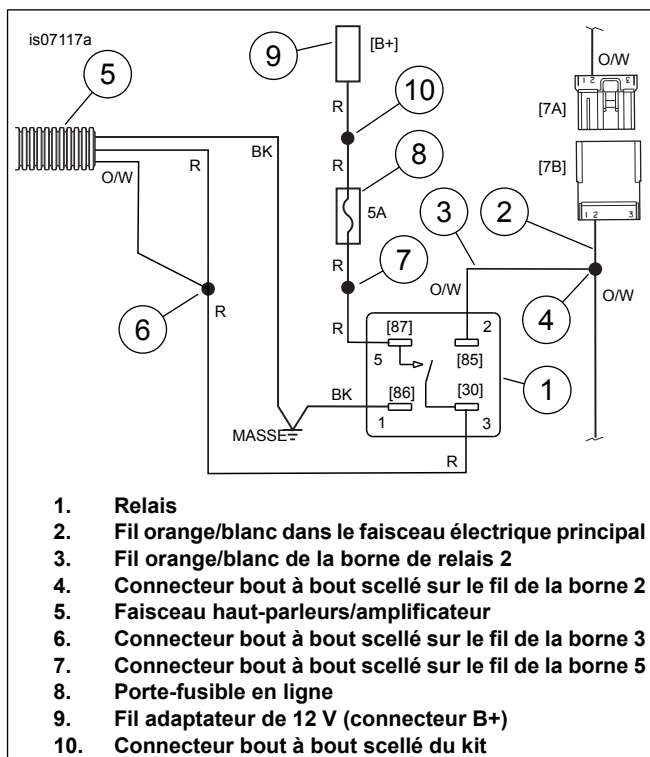
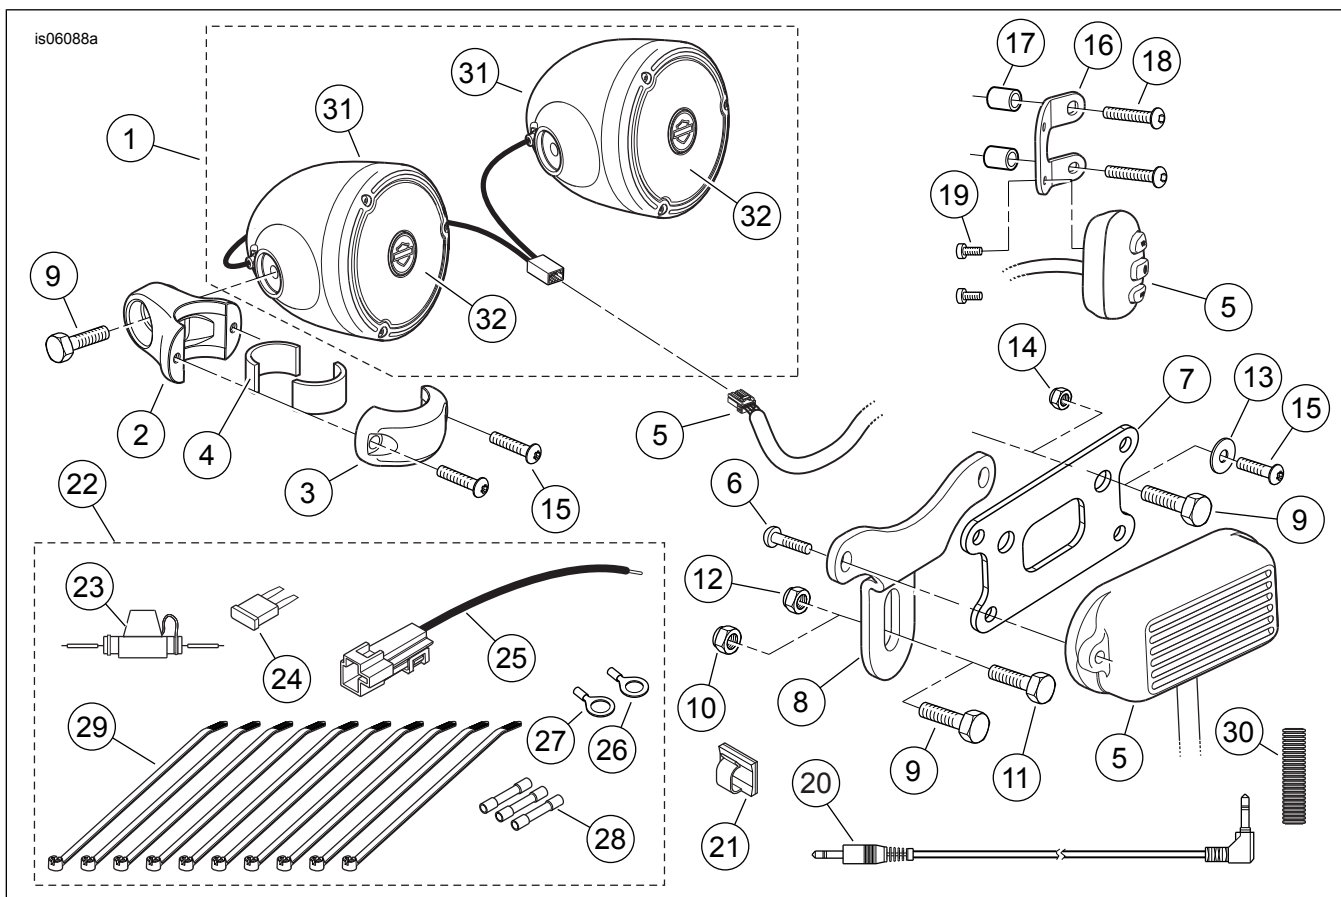

Figure 5. Schéma de câblage, faisceau de haut-parleurs et amplificateur au relais
Figure 7. Pièces de rechange, Kits d'amplificateur et de haut-parleurs montés sur le guidon
2. Voir Figure 7. Prendre le jeu de visserie électrique (22) de **CE** kit.
3. Sélectionner le porte-fusible en ligne (23) et un connecteur bout à bout scellé bleu (28) du jeu de visserie.
5. Voir Figure 5. Chercher un emplacement adéquat sous la selle pour le relais (1), de sorte que les bornes soient orientées **vers le bas ou horizontalement**. Les bornes ne doivent pas être orientées vers le haut.
6. Couper le fil **orange/blanc** (2) dans le faisceau électrique principal près du connecteur d'éclairage arrière [7].
7. Voir l'annexe du manuel d'entretien. Utiliser un appareil de chauffage par rayonnement adéquat pour épisser et sceller les deux fils oranges/blancs coupés sur le connecteur bout à bout scellé (4) sur le fil orange/blanc (3) de la borne de relais 2.
13. Voir Figure 7. Sélectionner une borne circulaire du jeu de visserie électrique.
- **Modèles Dyna Wide Glide** : utiliser la borne de 7,9 mm (5/16 in) de diamètre intérieur (27).
- **Tous les modèles SAUF Dyna Wide Glide** : utiliser la borne de 6,4 mm (1/4 in) de diamètre intérieur (26).
2. Enrouler l'excès de longueur de fil sous le réservoir de carburant, à l'intérieur de la nacelle ou sous la bride de guidon, là où cela ne gêne pas le mouvement de la direction. Installer le fusible de 5 A (24) dans le porte-fusible en ligne sur le fil rouge.
5. Voir Figure 7. Le connecteur de 3,5 mm de la commande de guidon peut être fixé au guidon avec des serre-câbles ou fixé au té de fourche supérieur ou à la nacelle avec l'attache à support adhésif (21) du kit. Si l'attache est utilisée :